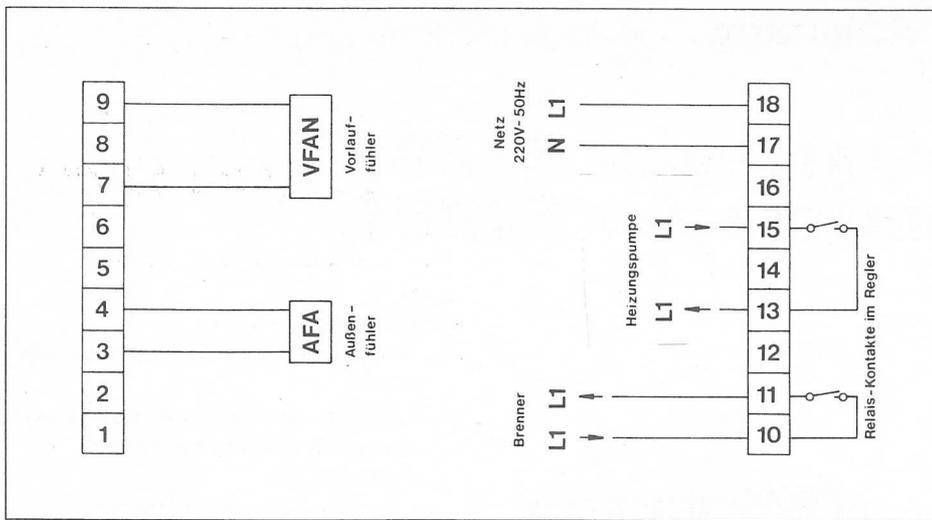

Bild 3 Anschlußschema zu 2.1.1
2.1.1 Witterungsabhängige Vorlauf-temperaturregelung ohne Fernbedienung (Bild 3)